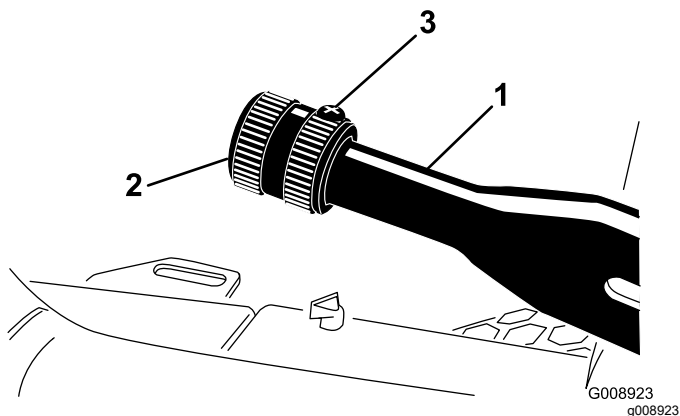

图 75
2. 松开将旋钮固定到手刹操纵杆上的固定螺丝 (图 75)。